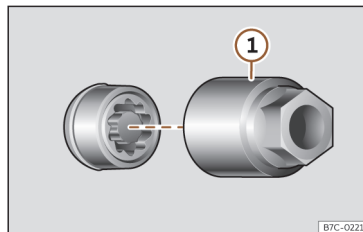

Fig. 193 Parafuso antirroubo com capa de proteção e adaptador.
- Encaixe o adaptador especial >>> **Fig. 193** ① (ferramenta de bordo >>> **Página 303**) no parafuso antirroubo da roda até ao limite.